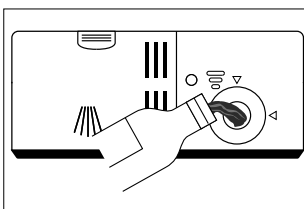

Fig. 10
- ▶ Remplissez le réservoir jusqu'au repère « MAX » (voir **fig. 10**) en veillant à ce qu'il ne déborde pas.